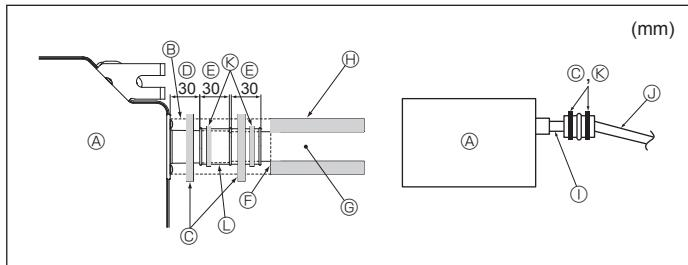

Fig. 6-2
- Koble dreneringsmuffen (følger med enheten) til avløpsporten. (Fig. 6-2)